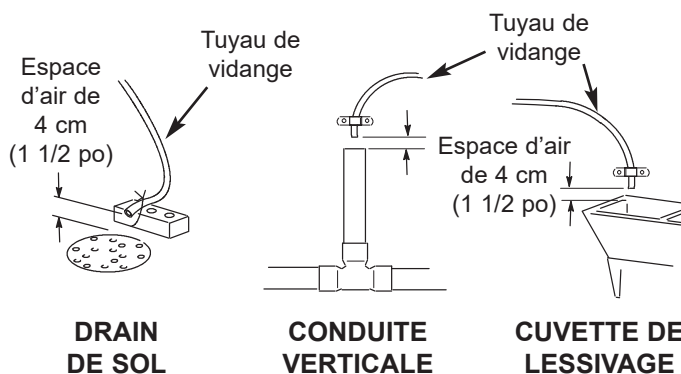

FIG. 3
- Installez toujours l'adoucisseur entre l'arrivée en eau et le chauffe-eau. Tout autre équipement de traitement en eau doit être installé entre l'arrivée en eau et l'adoucisseur d'eau (voir la figure 3 ci-dessous).